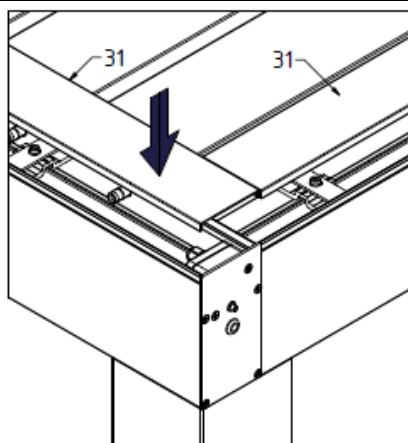

Fig. 30
35. Encliquez tous les profils de rive par le haut avec les profils de révision (31) - Fig. 30. La fermeture correcte des caches dépend de l'espacement régulier des renforts insérés au bord supérieur des poutres.